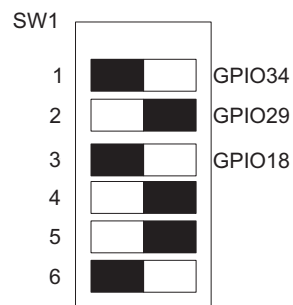

图 2. eZdspF2808 上的启动至 SARAM 开关 1 配置。
- Step 7. 在 eZdsp 主板上配置启动模式 (Boot Mode) 引脚 (eZdspF2808 上的 SW1 位置 1-3) 以设置为“启动至 SARAM”(“Boot to SARAM”) 模式 (针对 eZdspF2808 的厂家默认设置)。图 2 展示了 eZdspF2808 上针对 “Boot to SARAM” 模式的 Boot Mode 引脚配置。